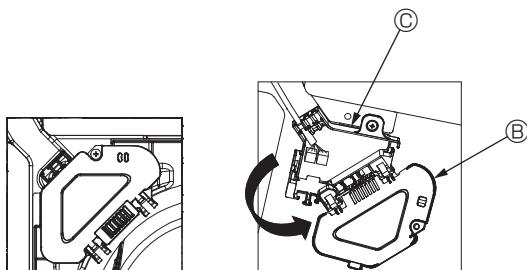

Fig. 4-5
- Fjern den skrue, der holder el-boksens afdækning fast, og åbn afdækningen. (Fig. 4-5)